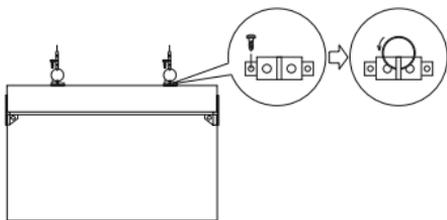
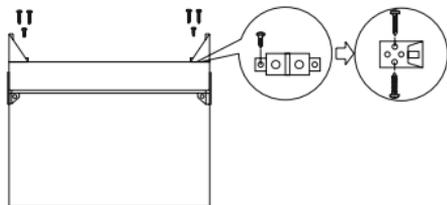

Рисунок 3 – Монтаж на кольцах
Рисунок 4 – Монтаж на уголках
4.4 Установка светильника типа ССА 2101 в подвесном положении осуществляется с помощью двух монтажных колец (рисунок 3) либо пластмассовых уголков, входящих в комплект поставки (рисунок 4).